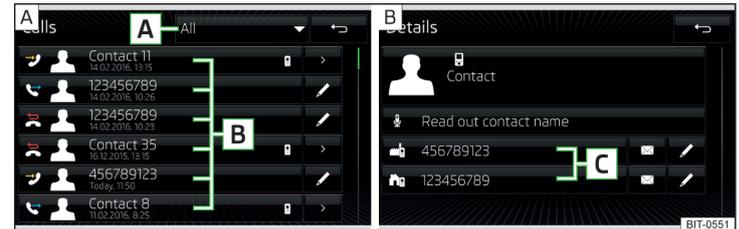
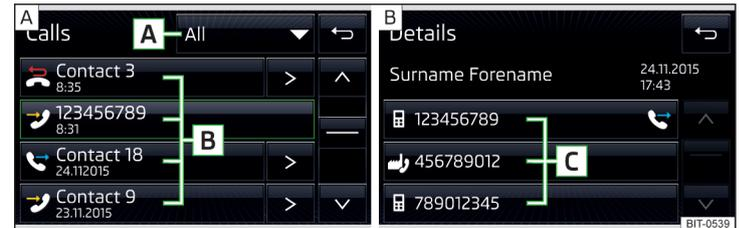

Abb. 188 Infotainment Columbus, Amundsen, Bolero: Anrufliste / Kontaktdetail
Abb. 189 Infotainment Swing: Anrufliste / Kontaktdetail
- › Im Hauptmenü *Telefon* die Funktionsfläche  antippen, es wird eine Anrufliste angezeigt » Abb. 188 bzw. » Abb. 189 - **A**.